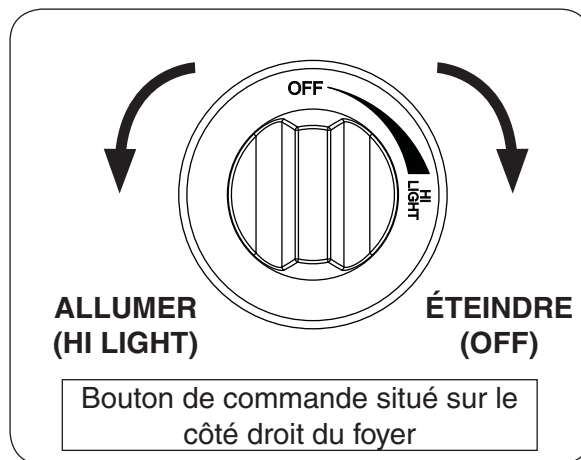

Fig. 18-2
4. **Une fois que le match est en feu et en position**, appuyer sur le bouton de contrôle du gaz et tournez dans le sens antihoraire à la position de **HI LIGHT (allumer)** (voir Fig. 18-2). Votre brûleur devrait s'allumer.
Pour éteindre le brûleur à gaz, appuyer sur le bouton de contrôle du gaz et tournez dans le sens horaire à la position **OFF (éteindre)** (voir Fig. 18-2). Assurez-vous que le bouton de commande est tourné complètement hors tension pour éviter toute fuite de gaz.